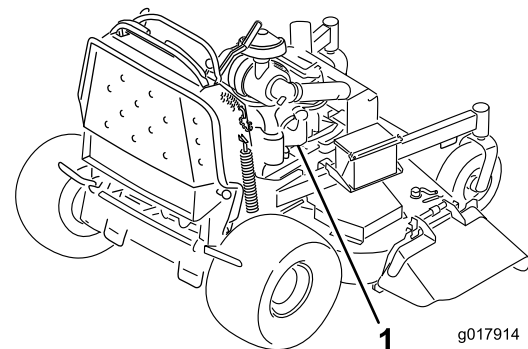

Figure 54
6. **Faites la dernière connexion sur le bloc moteur du véhicule en panne (PAS à la borne négative de la batterie) loin de la batterie et reculez-vous (Figure 54).**